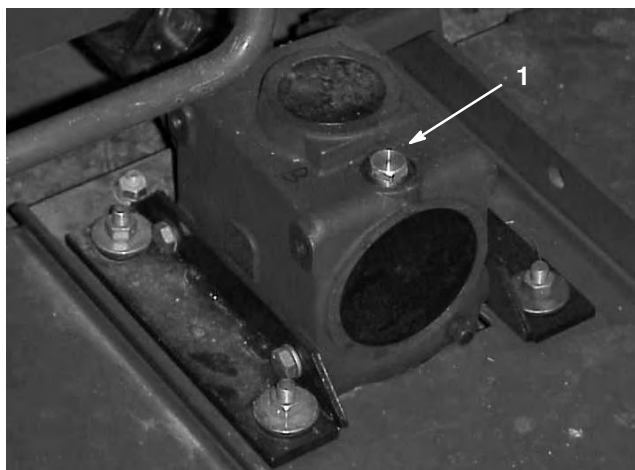

Figure 20
2. Placez la machine et le plateau de coupe sur une surface plane et horizontale, puis abaissez le plateau de coupe. Retirez le bouchon de remplissage/jauge en haut du boîtier d'engrenages (Fig. 20) et vérifiez si le niveau de liquide se situe entre les repères sur la jauge. Si le niveau de lubrifiant est bas, versez du lubrifiant SAE 80-90 jusqu'à ce que le niveau se situe entre les repères.